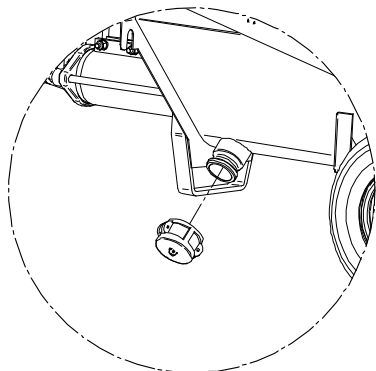

FIG.11
-Enlever le bouchon situé sous la trémie (fig.11) et nettoyer soigneusement la machine avec de l'eau en partant de l'écrase-sac, s'il est installé.
En cas de prévision de gel, ouvrir le bouchon de la trémie, décrocher les tuyauteries et vider complètement la machine en faisant sortir l'eau (fig.11).